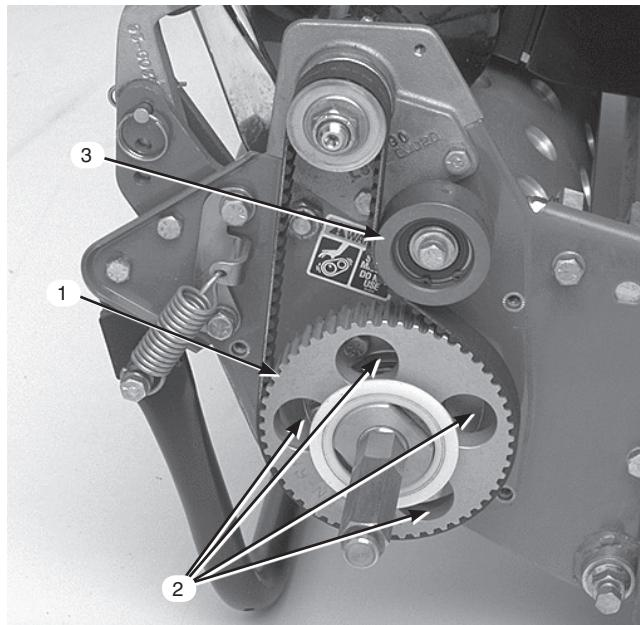

図9
7. 駆動プーリを回して、4つの穴とローラ・ベアリング・フランジ・ネジの穴を整列させる(図9)。
11. ベルトの張りを調整し、アイドラ・プーリ・ネジを締める(図9)。